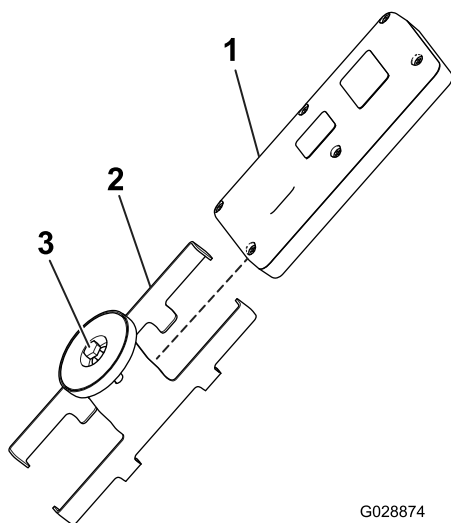

Рисунок 19
5. Установите ручной пульт дистанционного управления в магнитный кронштейн пульта, соедините половины кронштейна вместе и затяните болт в магните (Рисунок 19).